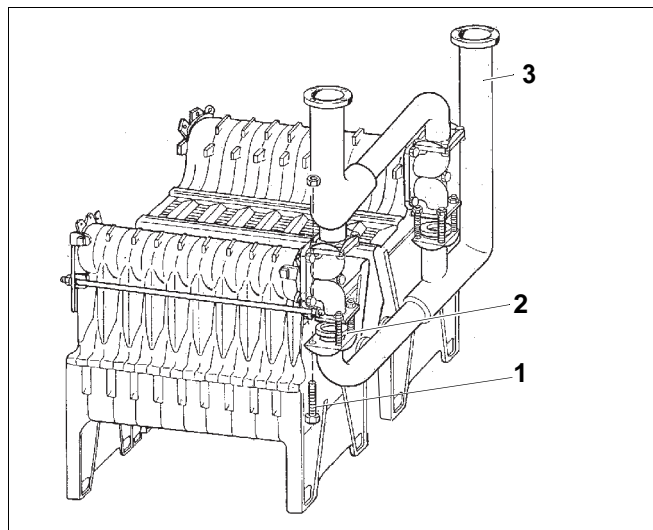

Fig. 28 Monter le tuyau de retour
- Visser sans bloquer le tuyau de retour (fig. 28, **pos. 3**) (en diagonale avec 2 vis M12 x 80 et rondelles) sur la bride de raccordement. Placer les vis en bas (fig. 28, **pos. 1**).
- Mettre les anneaux d'étanchéité (fig. 28, **pos. 2**) sur la bride de raccordement du tuyau de retour (fig. 28, **pos. 3**).
- Insérer les anneaux d'étanchéité (fig. 28, **pos. 2**) entre la partie supérieure de la bride du moteur et la pièce spécifique de raccordement.